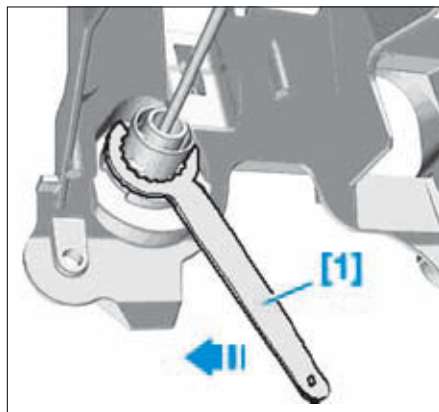

FIG. 13
- [1]. Clé d'ouverture (réf Audi : 32 3355) (Fig.13).
- Déverrouiller le cylindre émetteur d'embrayage dans le sens de la flèche à l'aide de l'outil [1] (Fig.13).